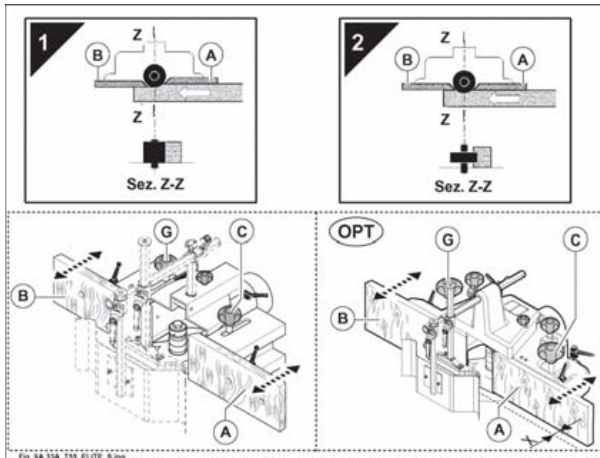

Fig. 9.33A
Quando si esegue un profilo su tutto il lato del pezzo la guida in uscita (B) deve essere allineata all'utensile (1 fig. 9.33A).
Se la profilatura non viene eseguita su tutto il lato, ma solo su parte di esso le due guide A e B devono essere allineate (2 fig. 9.33A).
Posizionare la cuffia sul piano di lavoro e avvitare i due pomelli (C, G fig. 9.33A) nei rispettivi fori.